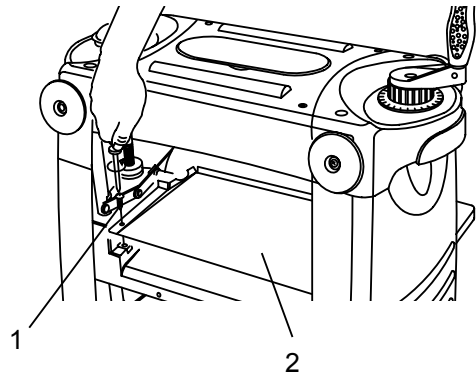

Рис. G-1
2. Раскрутите восемь шестигранных винтов (3) с помощью гаечного ключа, входящего в комплект поставки.
3. Нажмите на защелку на оправке и поворачивайте режущую головку, пока не появятся два шестигранных болта (5) (Рис. G-1).
4. Поместите прибор размерной настройки ножа (6) (Рис. H) на режущую головку с помощью обеих направляющих, плотно прижатых к ножу.
5. Ослабьте или затяните шестигранные болты (5) таким образом, чтобы нож коснулся прибора размерной настройки.
7. Поставьте на место пылезащитную крышку и закрепите ее двумя винтами (1).